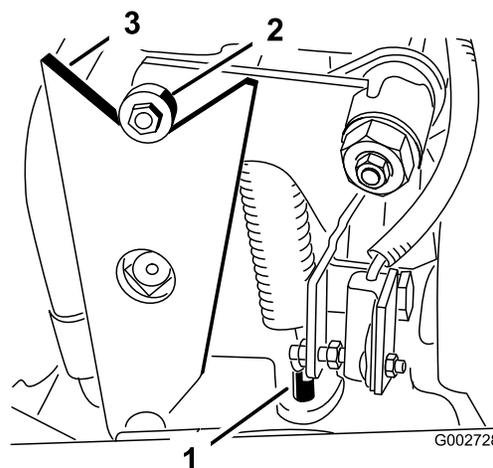

Figure 31
3. Desserrez le contre-écrou sur la goupille de réglage du ressort jusqu'à ce que le roulement se déplace librement à partir de la came sur le levier (Figure 31), permettant ainsi à l'arbre de la pompe de tourner librement au démarrage.